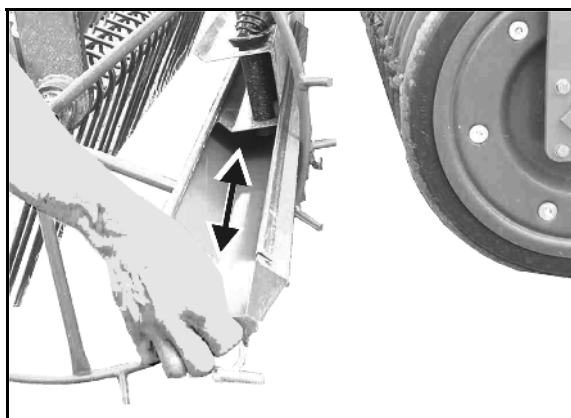

Fig. 36
2. Trekk trauene på venstre og høyre side ut av utløpsskinnen, og skyv dem inn under utløpsskinnen (Fig. 36).